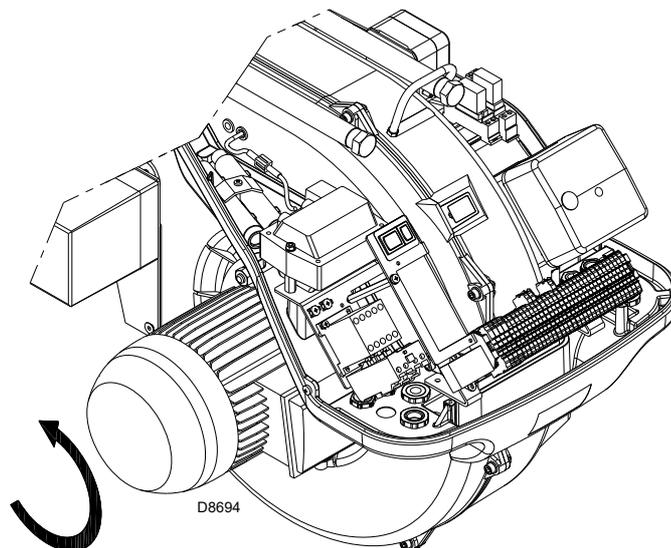

Fig. 29
- controlar el sentido de rotación de la turbina del ventilador a través del visor de la llama (Fig. 29).
- controlar el sentido de rotación del motor del ventilador como se indica en la Fig. 29.